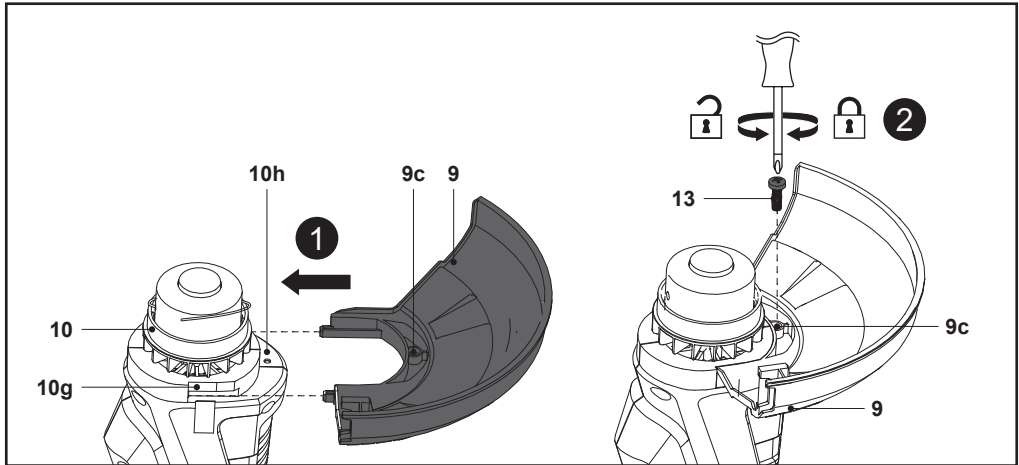

Fig. 3
1. Ponga el cabezal de corte (10) boca abajo.
2. Alinee y deslice la protección (9) en las ranuras deslizantes (10g) del cabezal de corte (10) (Fig. 3, paso 1). Inserte por completo la protección (9) y asegúrese de que los orificios para los tornillos (9c, 10h) estén bien alineados.
3. Fije la protección (9) apretando el tornillo (13) en el sentido de las agujas del reloj (Fig. 3, paso 2).